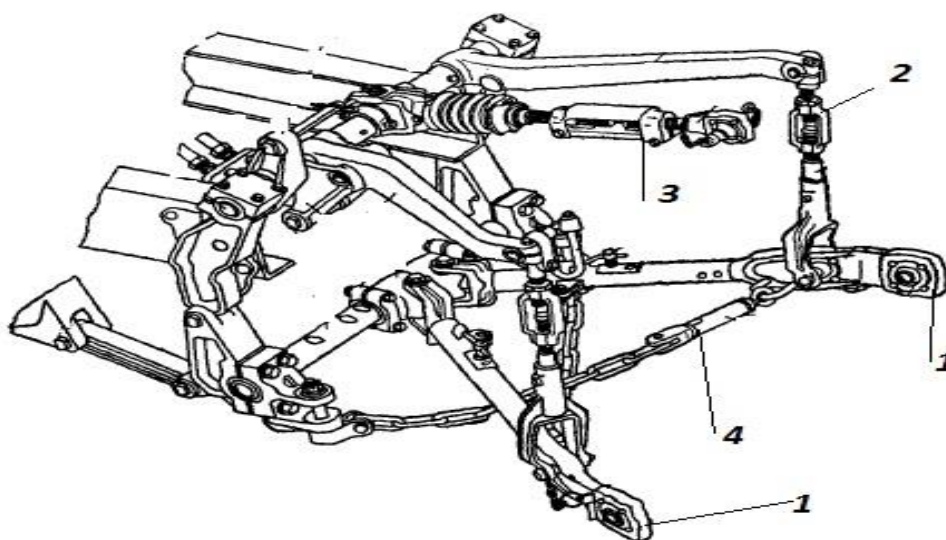

Рисунок 4.
6.2 Расстояние между осями болтов, соединяющих раскос с нижней тягой и рычагом подъема, должно быть 750 мм. Регулируют длину левого раскоса навески трактора. Изменение этого расстояния может привести к поломке навески трактора (смотри рисунок 4).